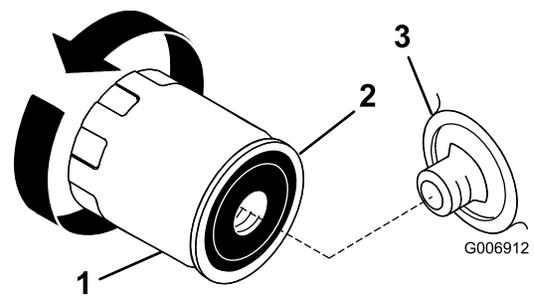

Bild 32
3. Schmieren Sie die Gummidichtung am neuen Ölfilter (Bild 32) mit etwas Frischöl ein.
5. Drehen Sie den Ölfilter nach rechts, bis die Gummidichtung das Filterzwischenstück berührt. Ziehen Sie es dann um eine weitere 1/2 bis 3/4 Umdrehung fester (Bild 32).
2. Entfernen Sie den alten Ölfilter und wischen Sie die Oberfläche der Filterzwischenstückdichtung (Bild 32) ab.